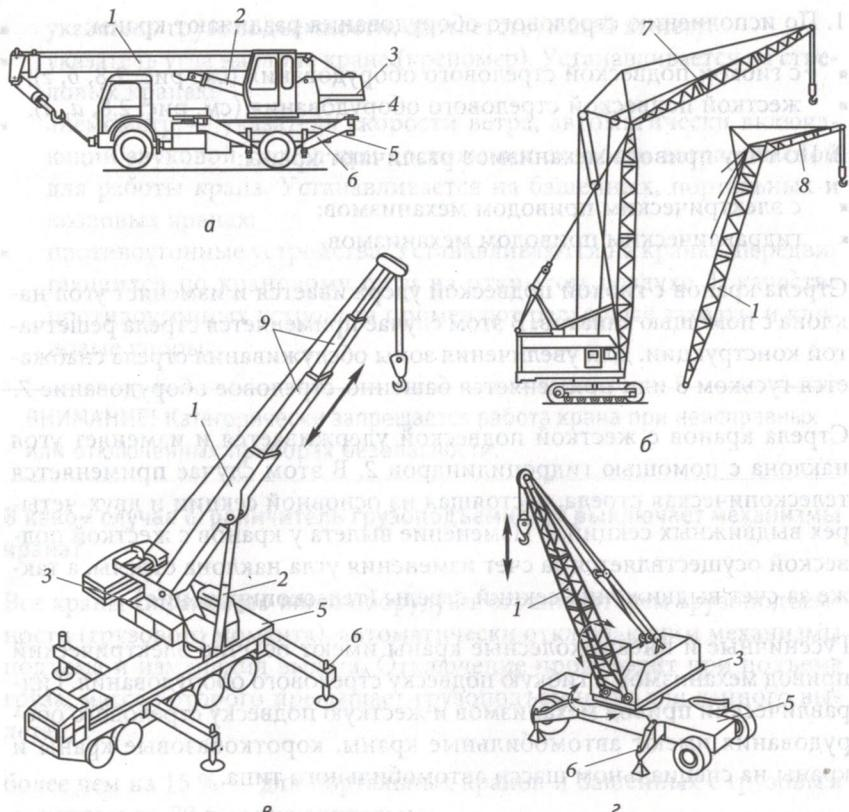

Рис. 2.8. Стреловые краны:
Все стреловые краны (рис. 2.8) имеют собственный источник энергии (силовую установку) — дизельный двигатель, поэтому они могут работать там, где отсутствует электроэнергия.
Автомобильные краны (рис. 2.8, а), краны на специальном шасси (рис. 2.8, в), короткобазовые краны являются наиболее мобильными, они
Гусеничные (рис. 2.8, б) и пневмоколесные (рис. 2.8, г) краны могут перемещаться по строительной площадке с грузом на крюке, при этом грузоподъемность пневмоколесных кранов примерно в 2 раза меньше, чем на выносных опорах.
- с гибкой подвеской стрелового оборудования (см. рис. 2.8, б, г);
- жесткой подвеской стрелового оборудования (см. рис. 2.8, а, в).